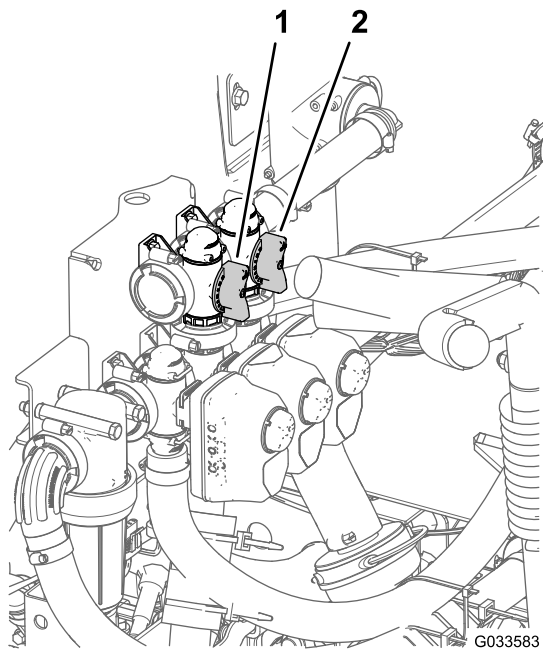

Bild 72
11. Stellen Sie das Rührwerksicherheitsventil (Bild 72) hinten am Rührwerkventil so lange ein, bis das Druckmanometer 6,9 bar anzeigt.
8. Stellen Sie den Griff am Sicherheitsventil des Hauptabschnitts ein, um die Rührwerkstärke im Behälter zu steuern (**Bild 72**).